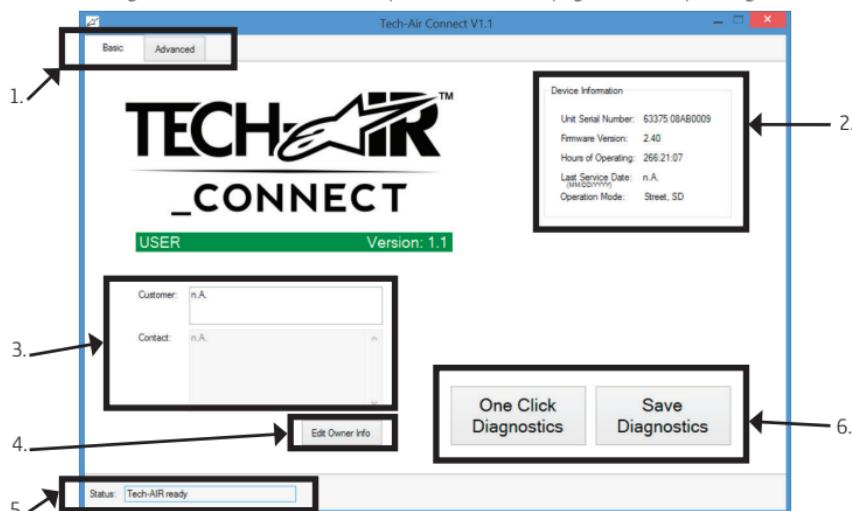

Figure 11 – Page-écran Principal Connexion Tech-Air™
3. Lancer le logiciel Tech-Air™Connect. Il se présentera avec la page-écran ci-après (figure 11).